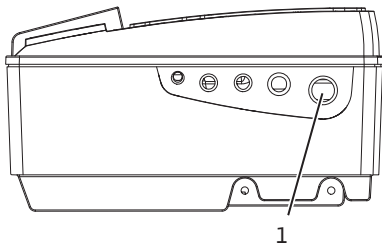

Fig. 18: Prensa-fios M25
- A ligação eléctrica deve ser realizada através de um cabo de ligação à rede fixo (diâmetro obrigatório mín 4 x 2,5 mm², máx 4 x 6 mm²), com uma tomada ou um interruptor para todos os pólos com pelo menos 3 mm de abertura de contactos. O cabo de ligação à rede deve ser colocado no prensa-fios (Fig. 18 Pos. 1) M 25.